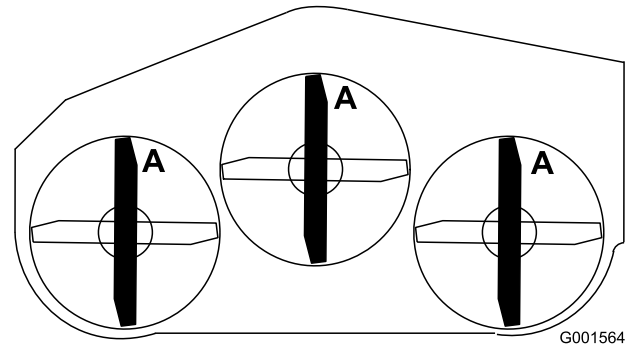

Figura 64
1. Gire las cuchillas hasta que los extremos estén orientados hacia adelante y hacia atrás (Figura 64).